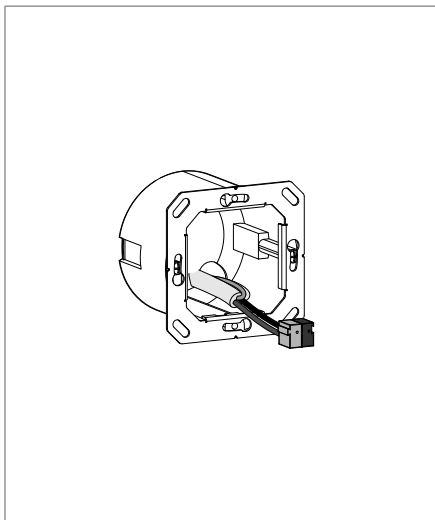

Bild 4: Tragring montieren
- 2 Den Tragring auf eine Gerätedose montieren (Bild 4).